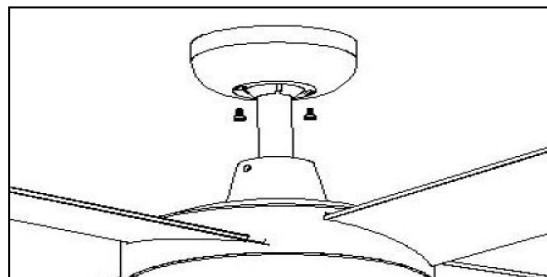

Abb. 10
- Decken Sie die Halterung mit der Abdeckung ab. Die Verkabelung befindet sich nun unter der Abdeckung und Sie sollten darauf achten, dass diese in diesem Schritt nicht beschädigt wird. Sichern Sie die Abdeckung an der Halterung der Deckenstange mittels der mitgelieferten Schrauben. Abb. 10